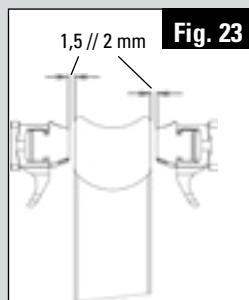

Fig. 23
1. Regolazione proteggi pattino (chiave a brugola da 3mm, Fig. 23): rotazione oraria: il pattino si allontana dal cerchione // rotazione antioraria: il pattino si avvicina al cerchione.